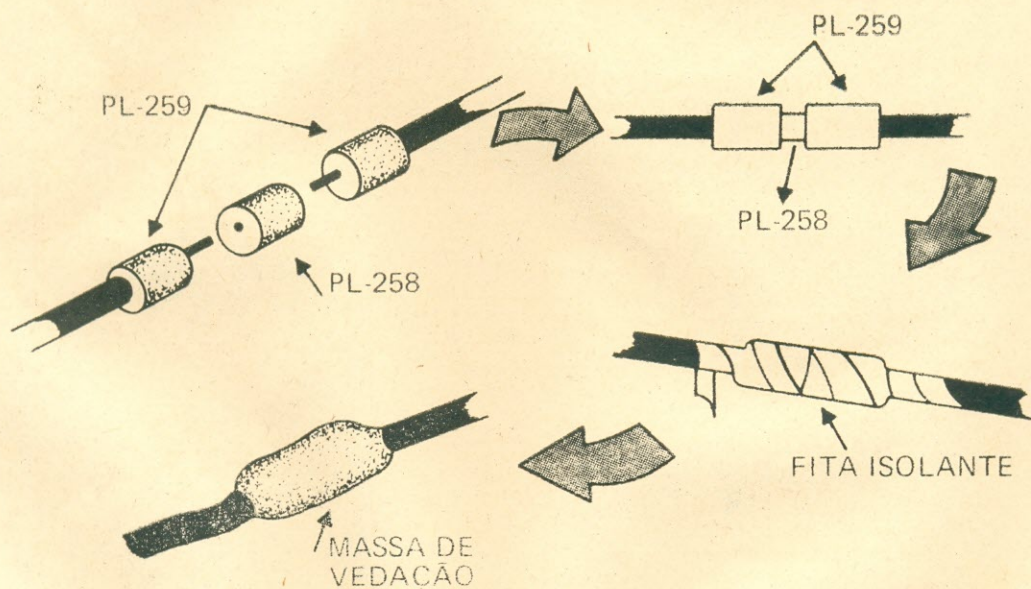

FIG. 7 — Como emendar cabos coaxiais.
d) Há operadores que se arpeiam à simples idéia de alguém dizer que um coaxial possa ser emendado. Pode sim, e sem que seu desempenho caia de maneira perceptível. Se por qualquer motivo você tiver que emendar um cabo, instale dois conectores PL-259 nas pontas a serem reunidas. Una-as, depois, com um adaptador PL-258 e envolva o conjunto com fita isolante de boa qualidade. Se a emenda vai ficar exposta ao tempo, cubra-a com massa de vedação 3M (Fig. 7).